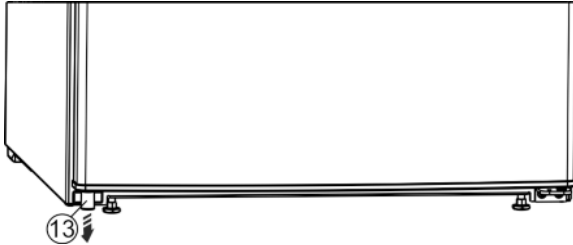

Fig. 5
- Apačioje, kairėje pusėje išimkite tarpiklį Fig. 5 (13) iš durų.